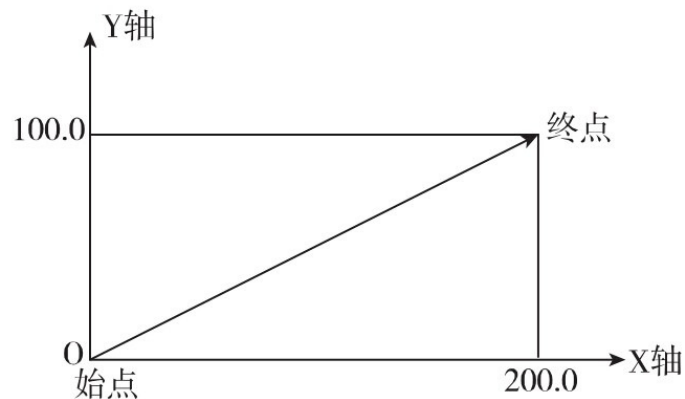

图 2
**程序实例:** 图 2 所示, 刀具以 200mm/分的速度, 从始点 (0, 0) 移动到终点 (200.0, 100.0)。在上图中, 刀具的轨迹由 X 轴和 Y 轴插补形成, F: 200 指定的是刀具执行的进给速度。编程程序如下: